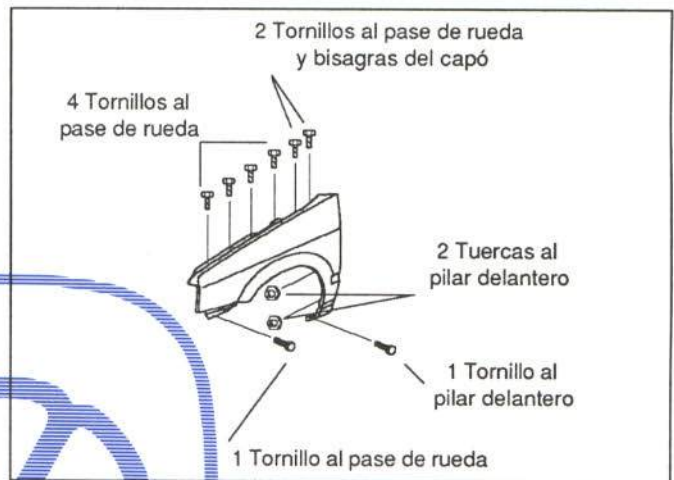

Figura 21.- Fijación de la aleta delantera
Van atornilladas al resto de la carrocería, como puede observarse en la figura 21.
- Aleta delantera (figura 21)
Va atornillada tal y como se indica en la figura 21.